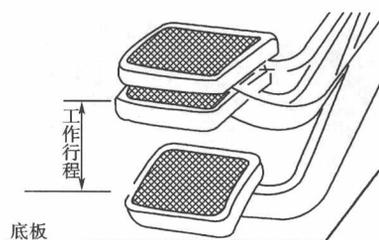

图 1-9 工作行程示意图
(2) 离合器踏板工作行程: 指消除自由间隙后, 继续踩下离合器踏板, 将会产生分离间隙, 此过程所对应的踏板行程是工作行程, 如图 1-9 所示。